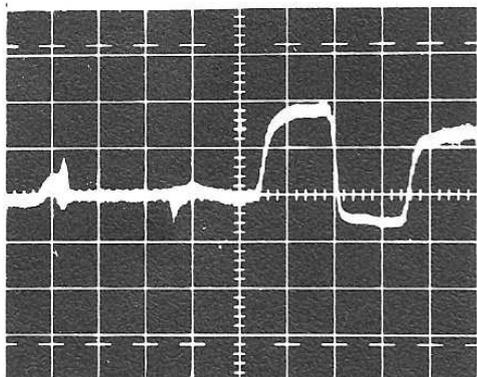

Fig.6
- Mettre la sensibilité de l'oscilloscope sur 50 mV/Div. et régler S 609 afin d'obtenir un réglage fin du zéro du discriminateur (fig. 6).